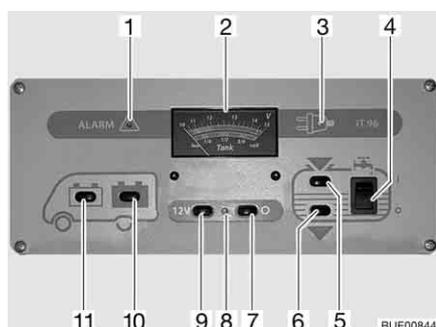

Fig. 135 Painel de controlo IT 96-2
O interruptor principal de 12 V (Fig. 135,7 e 9) liga e desliga o painel de controlo e a alimentação de 12 V do habitáculo.
Ligar: ■ Prima o interruptor (Fig. 135,9) "12 V": É ligada a alimentação de 12 V do habitáculo. A luz piloto (Fig. 135,8) acende-se com luz verde.
Desligar: ■ Prima o interruptor (Fig. 135,7) "O": É desligada a alimentação de 12 V do habitáculo. A luz piloto (Fig. 135,8) apaga-se.
No indicador V/Reservatório (Fig. 135,2) tenha em conta a escala superior. O indicador é automaticamente iluminado, logo que for premido um interruptor.
- Prima o interruptor (Fig. 135,11) : É indicada a tensão da bateria de arranque.
- Prima o interruptor (Fig. 135,10) : É indicada a tensão da bateria do habitáculo.
No indicador V/Reservatório (Fig. 135,2) tenha em conta a escala inferior. O indicador é automaticamente iluminado, logo que for premido um interruptor.
- Prima o interruptor (Fig. 135,5) "": É indicada a quantidade de água.
- Prima o interruptor (Fig. 135,6) "": É indicada a quantidade de águas residuais.
- Prima o interruptor basculante (Fig. 135,4) em cima "I": O abastecimento de água está ligado.
- Prima o interruptor basculante (Fig. 135,4) em baixo "O": O abastecimento de água está desligado.
A luz vermelha de aviso "ALARME" (Fig. 135,1) fica a piscar, logo que a tensão da bateria do habitáculo 11 V (medição durante o funcionamento) desça abaixo o nível mínimo, havendo assim ameaça de descarregamento total.
A luz piloto de 12 V (Fig. 135,8) acende-se, quando está ligado o interruptor principal de 12 V (Fig. 135,9).
A luz piloto amarela de 230 V (Fig. 135,3) acende-se, quando à entrada da central elétrica existe tensão de rede.